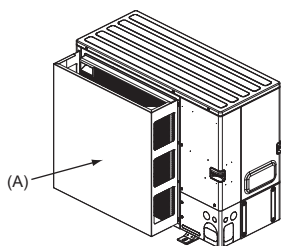

Abb. 2-5
- (2) Installieren Sie eine als Sonderzubehör erhältliche Luftschutzführung, wenn die Anlage an einem Aufstellort installiert ist, an dem die Gefahr besteht, dass starker Wind direkt in die Luftaustrittsöffnung bläst. (Abb. 2-5)